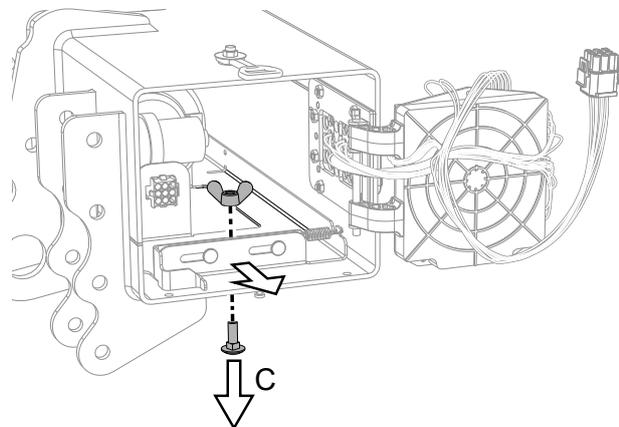

Abbildung 19. Entriegelung Hydraulikaggregat
4. Das Hydraulikaggregat durch Abschauben der Flügelmutter und der entsprechenden Schraube (C) lösen und das Hydraulikaggregat so weit herausziehen, bis der Tankdeckel zugänglich ist, siehe Abbildung 19.